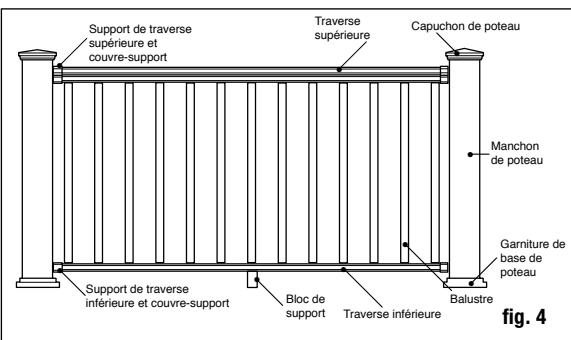

fig. 4
Step 5 Trim 4x4 post sleeves to length. Post sleeves should be a minimum of 1-1/2" longer than the railing height (fig. 4). Example: For a 36" high railing, trim post sleeve to a minimum of 37-1/2", can be left longer if desired. Slide a trimmed post sleeve over each 4x4 railing post. Post sleeve should slide easily over the post. DO NOT FORCE post sleeve onto post. Twisted or crooked 4x4s should be replaced. Slide a post base trim (optional) over each post sleeve for a finished look. Note: *It is recommended to install the post base trim prior to installing the bottom rail. However, the two-piece design does allow the installer to add the post base trim after the rail has been installed. To install, apply a thin line of clear exterior construction adhesive to the inside of the post trim, where it will contact the post sleeve, and snap into place around the base of the post sleeve.*
Étape 5 Taillez les manchons de poteaux à leur longueur. Les manchons de poteaux devraient être d'au moins 3,6 cm (1-1/2 po) plus long que la hauteur du garde-corps (fig. 4). Exemple : Pour un garde-corps de 91 cm (36 po) de haut, découpez le manchon à au moins 95 cm (37 1/2 po), mais pouvant être laissé plus long si vous le désirez. Glissez un manchon de poteau taillé sur chaque poteau de garde-corps. Les manchons des poteaux devraient glisser facilement sur ceux-ci. NE FORCEZ PAS le manchon sur le poteau. Les poteaux 4 x 4 vrillés ou tordus devraient être remplacés. Glissez une garniture de base de poteau (facultative) sur chaque manchon de poteau pour offrir un beau fini. *Remarque : Il est recommandé d'installer la garniture de base de poteau avant la traverse inférieure. Cependant, la conception à deux pièces permet à l'installateur d'ajouter la garniture de base de poteau après l'installation de la rampe. Pour installer, appliquez une fine couche d'adhésif clair de construction pour l'extérieur, à l'intérieur de la garniture du poteau, là où elle entrera en contact avec le manchon de poteau, puis insérez en place, autour de la base du manchon de poteau.*
Paso 5 Paso 5 Recorte las coberturas de postes de 10.2 x 10.2 cm (4x4 pulg.) a la longitud adecuada. Las cobertura para poste deben ser al menos 3.8 cm (1-1/2 pulg.) más largas que la altura del barandal (fig. 4). Ejemplo: Para un barandal de 91.4 cm (36 pulg.) de altura, recorte la cobertura del poste a un mínimo de 95.2 cm (37-1/2 pulg.), puede dejarse más larga si se desea. Deslice una cobertura de poste recortada sobre cada poste de barandal de 10.2 x 10.2 cm (4x4 pulg.). La cobertura para poste debe deslizarse fácilmente sobre el poste. NO FUERCE la cobertura de poste sobre el poste. Los postes de 10.2 x 10.2 cm (4x4 pulg.) torcidos o doblados deben ser reemplazados. Deslice una cenefa para base de poste (opcional) sobre cada cobertura de poste para un aspecto más acabado. *Nota: Se recomienda instalar la cenefa para base de poste antes de instalar el barandal inferior. Sin embargo, el diseño de dos piezas permite que el instalador añada la cenefa para la base del poste después de instalar el barandal. Para instalarla, aplique una línea delgada de pegamento transparente para construcción en exteriores a la parte interior de la cenefa para poste, en donde entrará en contacto con la cubierta del poste, y colóquela en su sitio alrededor de la base de la cobertura del poste.*